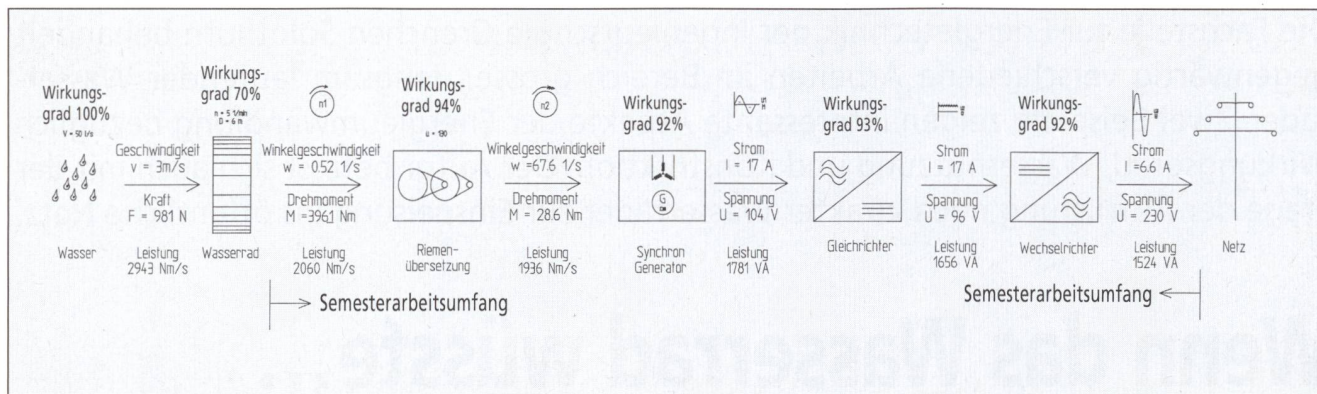

Bild 2 Stufen der Umwandlung der Wasserkraft bis ins Stromnetz.
Die Gemeinde Schnottwil (SO) plant die Restaurierung einer alten Ölmühle und möchte, wenn nicht geölt wird, mit dem Wasserrad elektrische Energie erzeugen, die ins Netz gespeist wird. Im Rahmen seiner Semesterarbeit hat A. Tester nach einer Lösung für die Energieumwandlung gesucht, die bezüglich Wirkungsgrad und Wassernutzung optimiert ist. Das Resultat dieser Arbeit ist in Bild 2 übersichtlich dargestellt und erlaubt, dank dem Einsatz eines Wechselrichters, die Drehzahl des Wasserrades optimal der zufließenden Wasser-